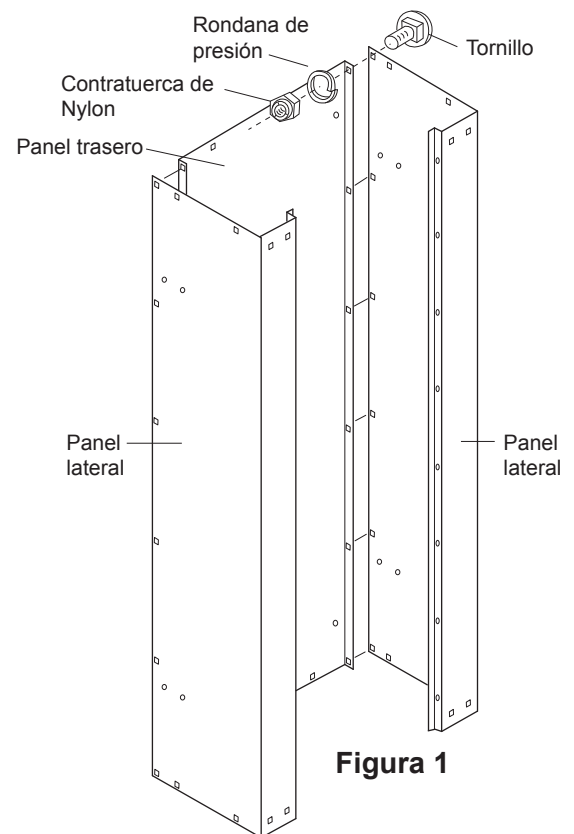

Figura 1
Para mayor facilidad, pare los paneles como se muestra. Ensamble cada lado con (6) tornillos, rondanas de presión y contratuercas de nylon. Apriete manualmente por el momento. (Figura 1)